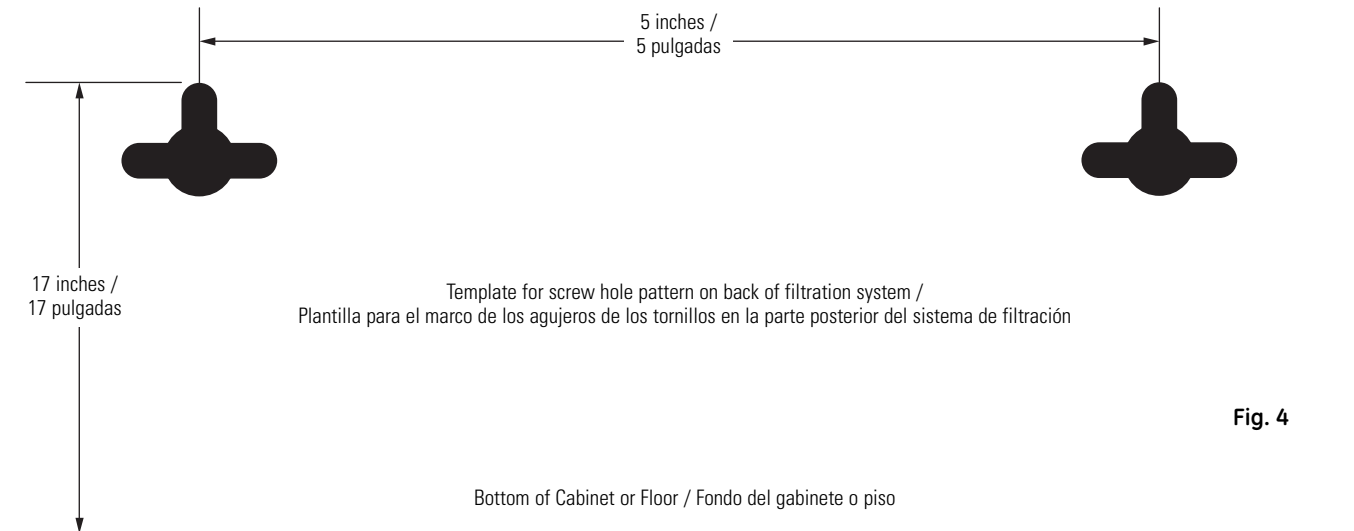

Fig. 4
2. The top of the template openings should be placed a minimum of 17 inches above the bottom of the cabinet or floor where the system is to be mounted (Fig. 4 and 5).
2. La parte superior de las aberturas de la plantilla deben colocarse a un mínimo de 17 pulgadas por encima del fondo del gabinete o del piso donde el sistema será montado (Figs. 4 y 5).